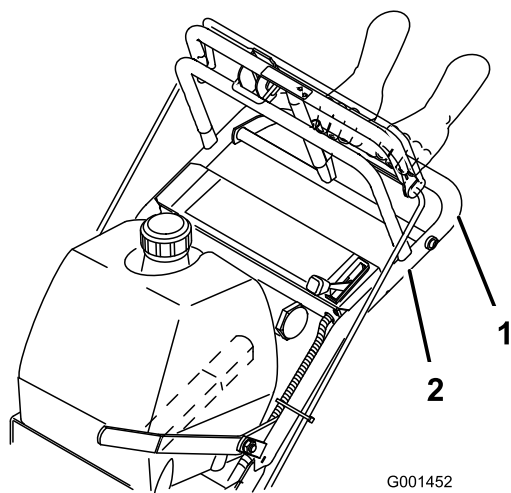

Figure 11
4. Engagez la barre de commande inférieure et soulevez la poignée inférieure simultanément (Figure 9 et Figure 11).